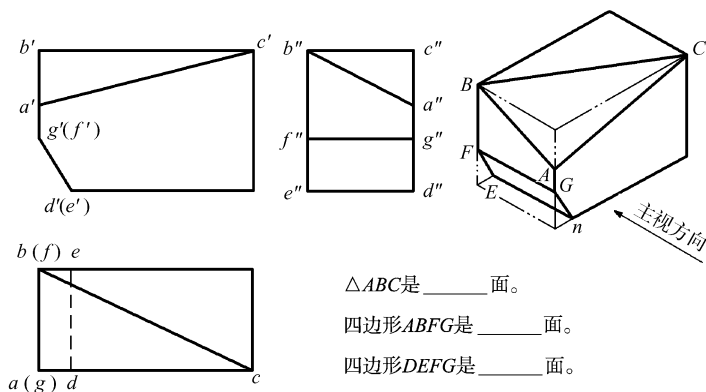

图 9
9. 识别物体上平面的空间位置 [参看轴测图 (图 9)]。